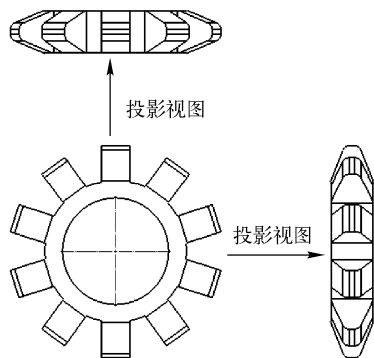

图 12-12 投影视图
投影视图是通过从正交方向对现有视图投影生成的视图,如图 12-12 所示。
(1) 在工程图中选择一个要投影的工程视图(打开的工程图如图 12-12 所示)。
(2) 单击“工程图”工具栏中的 P (投影视图) 按钮,或选择菜单栏中的“插入”→“工程图视图”→“投影视图”命令。
(3) 系统将根据光标指针在所选视图的位置决定投影方向。可以从所选视图的上、下、左、右 4 个方向生成投影视图。
(4) 系统会在投影方向出现一个方框,表示投影视图的大小,拖动这个方框到适当的位置,则投影视图被放置在工程图中。
(5) 单击 $\checkmark$ (确定) 按钮,生成投影视图。